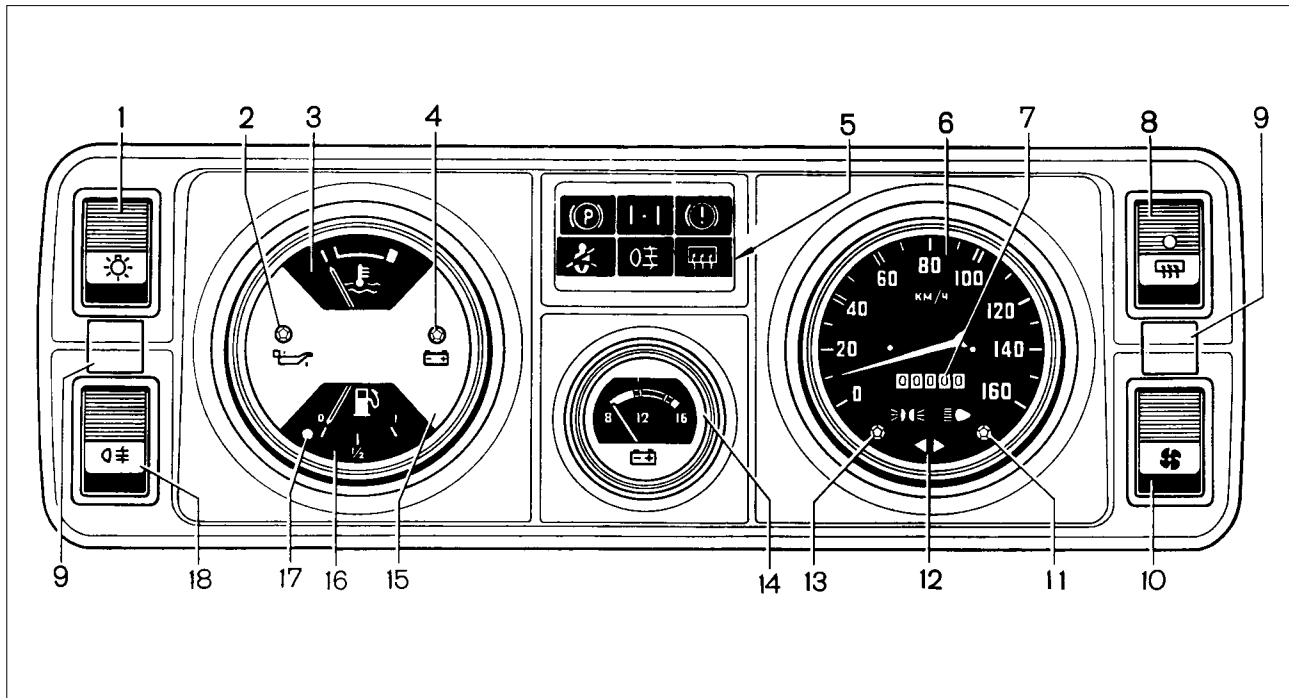
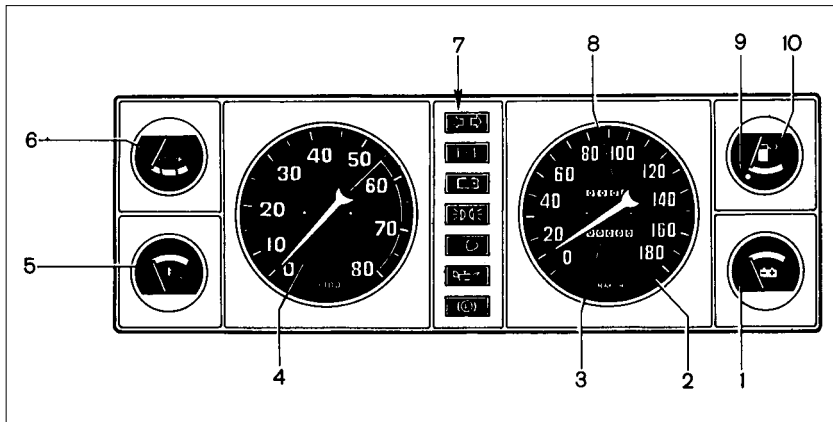

Рис. 19. Щиток приборов
Рис. 21. Комбинация приборов
- 1 (рис. 19) – переключатель наружного освещения.
**1 (рис. 21) – вольтметр** (см. поз. 14, рис. 19).